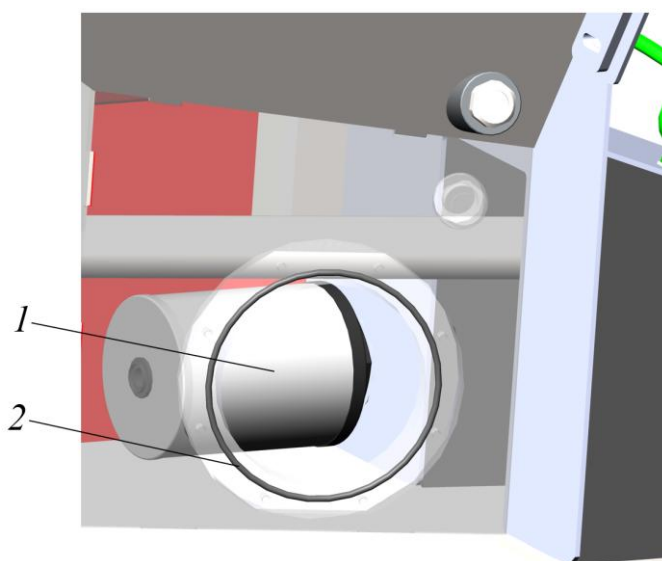

Рисунок 5.47 Фильтр всасывающий
- ▶ Открутить и извлечь из бака фильтр в линии всасывания 1, рис. 5.47.
- ▶ Вкрутить (вращать по часовой стрелке) новый фильтр 1 рис. 5.47.
- ▶ Установить новое уплотнительное кольцо 2, рис. 5.47.